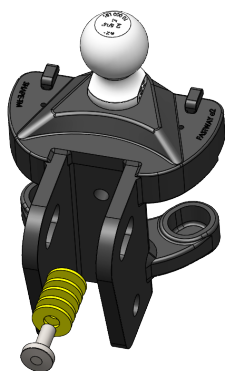

Figure 1
2. Insérez le rivet d’espacement avec rondelles à l’arrière de la tête d’attelage. Commencez avec 5 rondelles d’espacement pour la plupart des configurations. (Figure 1)